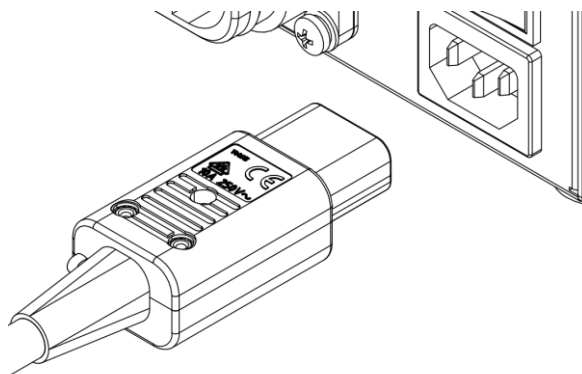

图 4-11 电源线连接接口
- 步骤3.** 连接控制柜，将电源线品字形插头插入控制柜的电源线连接口（见图 4-11）中。